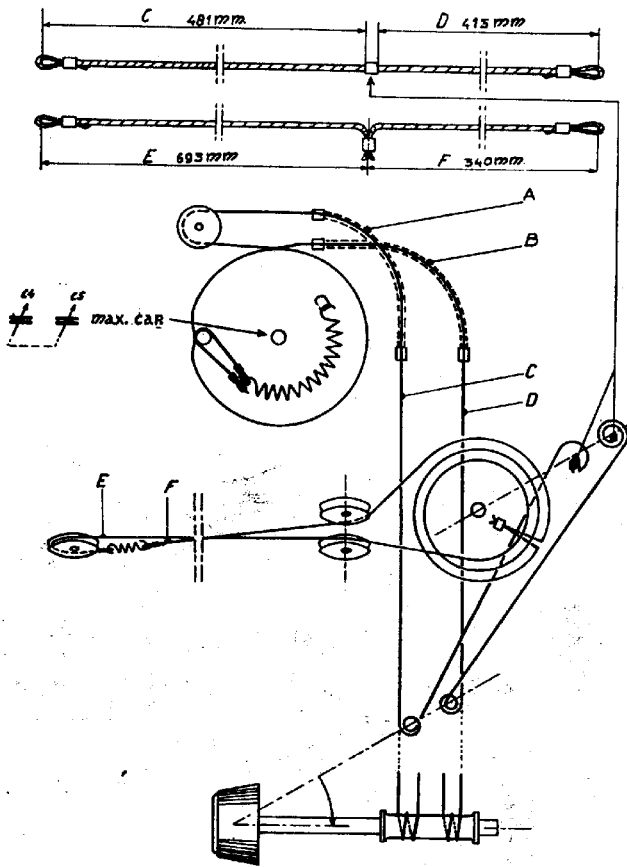

fig. 3
De loop van snaar en koord zijn gegeven in fig.3. Let goed op, hoe het koord om as en philiten tussenwiel is geslagen. De beide koordlussen om de aandrijfas behoren bij het verdraaien van deze as in dezelfde richting te verschuiven.
2. Variabele condensator op maximum capaciteit draaien. (Zie fig.3)